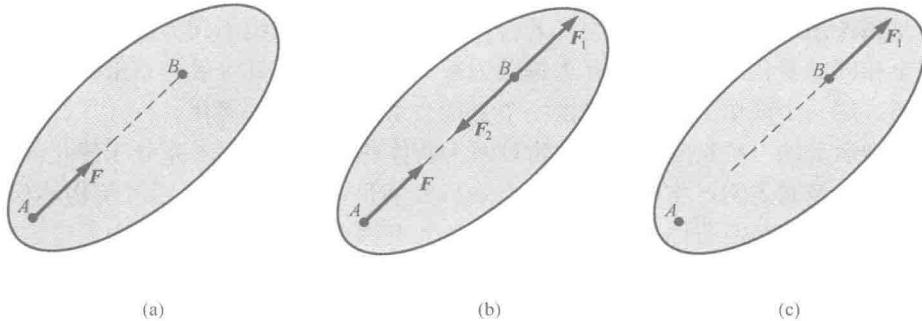

图 1-1
**证明** 设有力  $F$  作用在刚体的点  $A$ ，如图 1-1 (a) 所示，根据加减平衡力系公理，可以在力的作用线上任意选取一点  $B$ ，并加上两个相互平衡的力  $F_1$  和  $F_2$ ，使  $F = -F_2 = F_1$ ，如图 1-1 (b) 所示。由于力  $F_2$  和  $F$  是一个平衡力系，故可减去，这样刚体上就只有  $F_1$  作用，如图 1-1 (c) 所示。因此，原来的力  $F$  就相当于沿其作用线移动到了点  $B$ 。